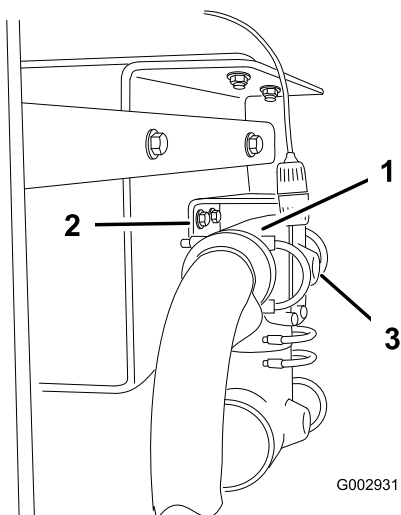

Figure 12
6. Retirez les fixations du raccord en T derrière la vanne d'alimentation de la rampe, de sorte que le raccord pende au bout des flexibles (Figure 12).
7. Percez un trou (1/4 pouce de diamètre) avec précaution, dans l'orifice au dos du raccord en T (Figure 12).